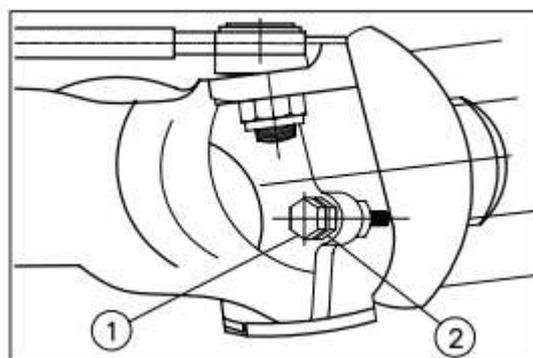

Рис. 4.27
Угол изменяется путем регулировки стопорного винта (1) (Рис.4.27) на конечном диске моста и блокировке проверки гайки (2).